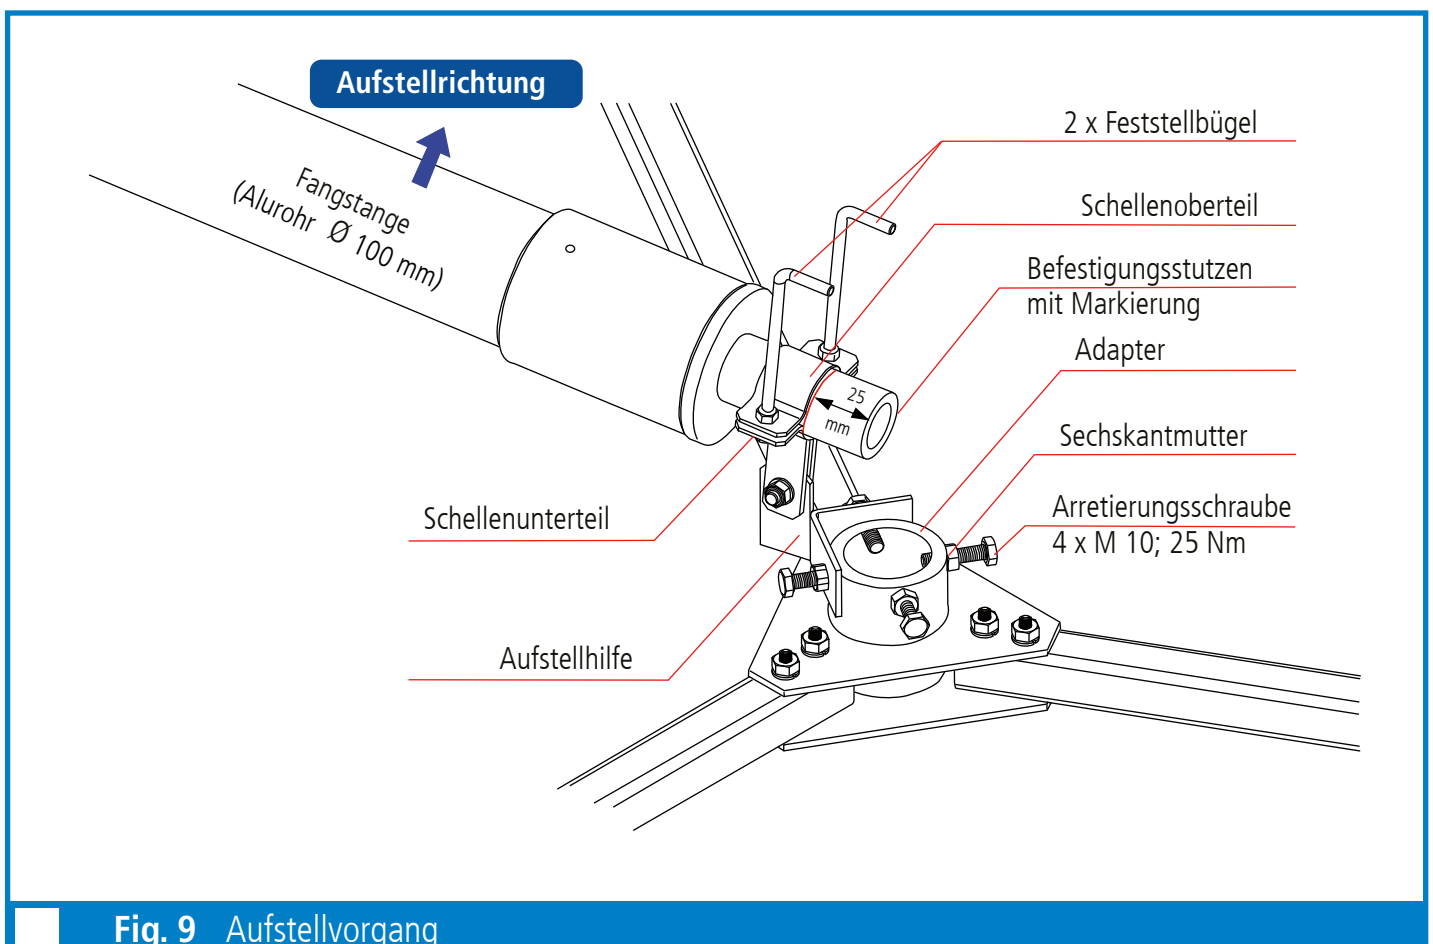
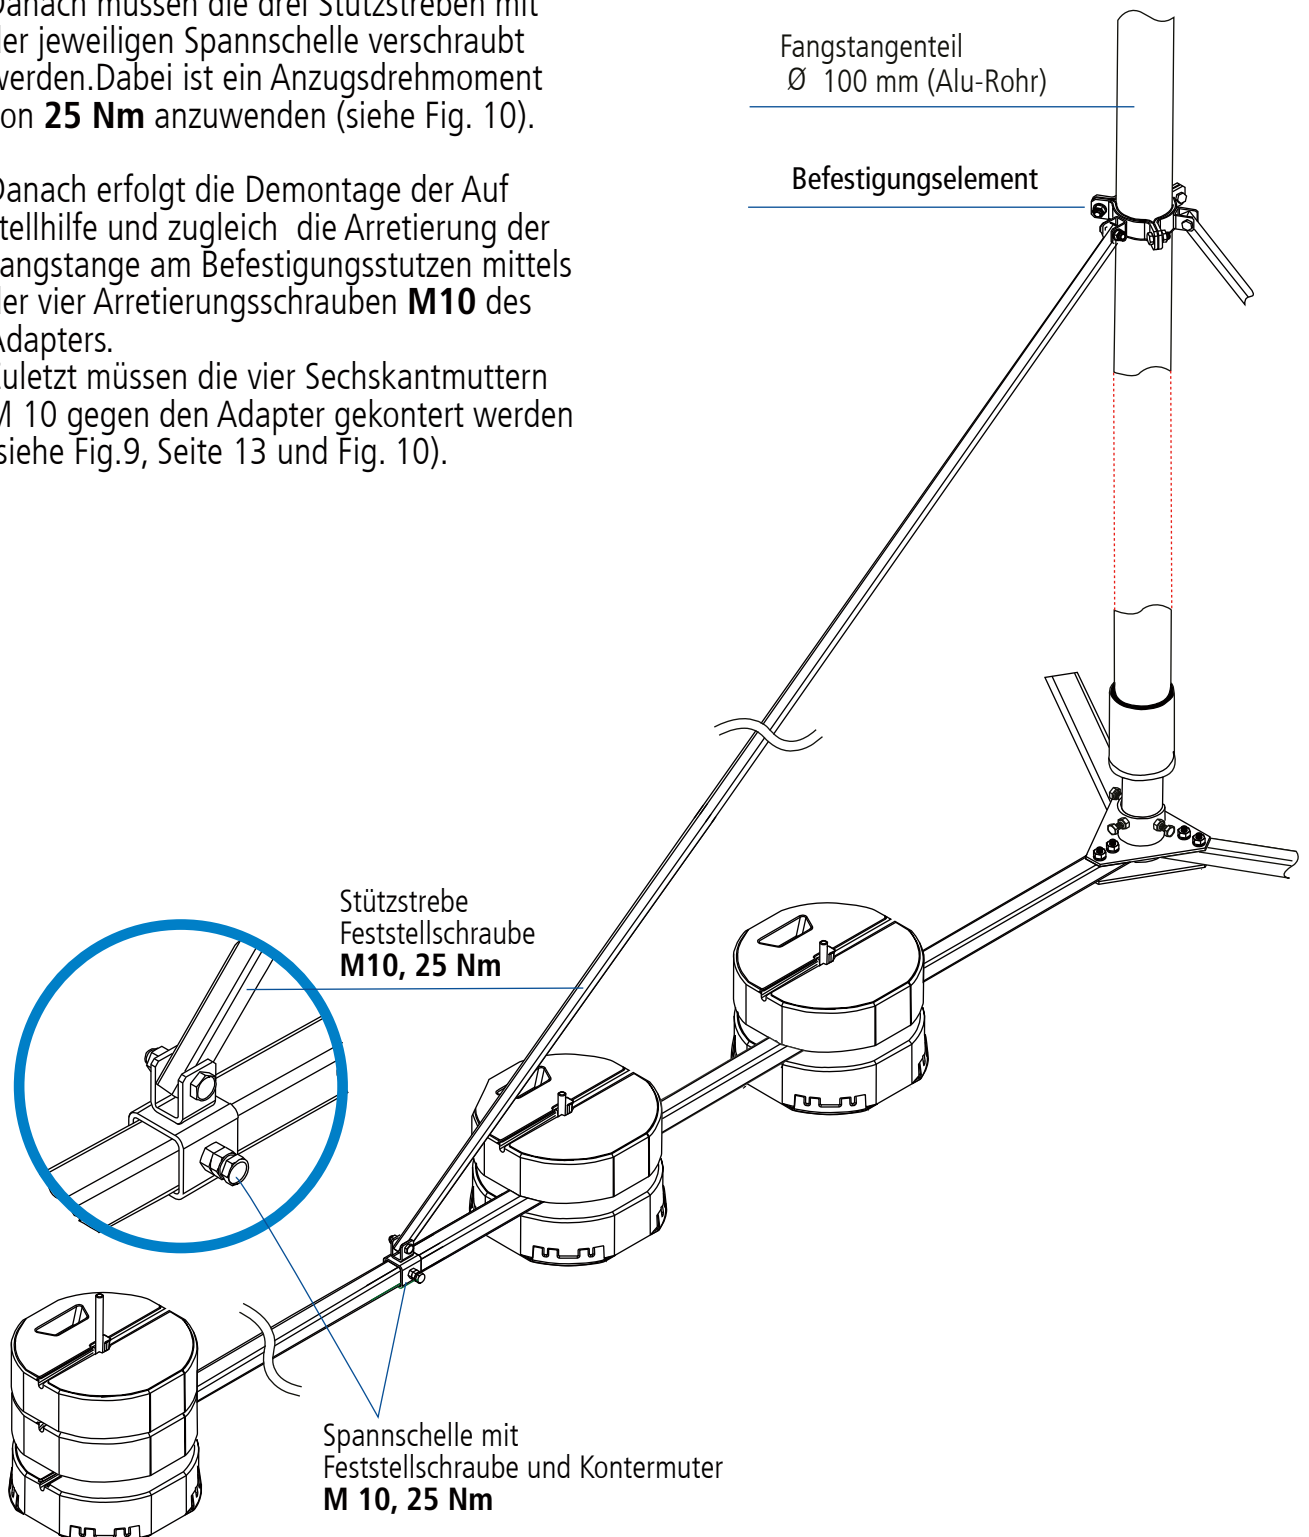

Fig. 9 Aufstellvorgang
Fig. 10 Dreibeinstativ
3.5 Aufstellen der Fangstange 12 m, 13 m oder 14 m (siehe auch Fig. 9)
- ➔ Fangstange bis zur senkrechten Lage aufstellen, dabei wird der Befestigungsstützen automatisch in den Adapter des Strebengestells eingeführt (siehe Fig. 9, sowie Fig. 10, Seite 14).
- ➔ Während die Fangstange in senkrechter Lage gehalten wird, müssen die beiden Festellbügel gelockert werden, so dass die Fangstange bis zum Anschlag in den Adapter rutscht (siehe Fig. 9, Seite 13).
- ➔ Danach müssen die drei Stützstreben mit der jeweiligen Spannschelle verschraubt werden. Dabei ist ein Anzugsdrehmoment von **25 Nm** anzuwenden (siehe Fig. 10).
- ➔ Danach erfolgt die Demontage der Aufstellhilfe und zugleich die Arretierung der Fangstange am Befestigungsstutzen mittels der vier Arretierungsschrauben **M10** des Adapters. Zuletzt müssen die vier Sechskantmutter M 10 gegen den Adapter gekontert werden (siehe Fig.9, Seite 13 und Fig. 10).
In Abhängigkeit des eingestellten Neigungswinkels der Fangstange (Adapter) müssen die Stützstreben mittels der Spannschellen am Dreibeinstativ festgeschraubt werden. Beim Festschrauben der Spannschellen ist ein Anzugsdrehmoment von **25 Nm** einzuhalten (siehe Fig. 10, Seite 14).